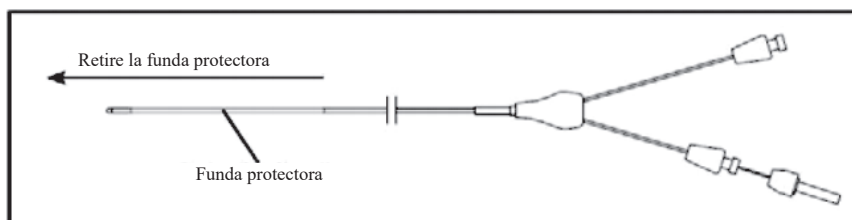

Figura 2
2. Elija el balón de dilatación del tamaño adecuado. Retire la funda protectora del balón. El balón de dilatación viene con un hilo guía precargado. El hilo guía puede usarse para acceder a la estenosis o retirarse del catéter con balón antes de su uso y volver a cargarse sobre un hilo guía precolocado. Antes de hacer avanzar el catéter con balón sobre un hilo guía colocado previamente, lave el lumen del hilo guía. (Véase la figura 2)